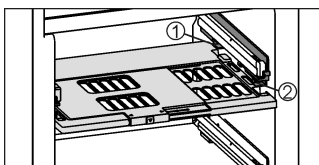

Fig. 15
- ▶ Установка пластины регулировки влажности: поперечные ребра крышки на пластине вставить через низ в задний держатель Fig. 15 (1) и защелкнуть спереди на держателе Fig. 15 (2).